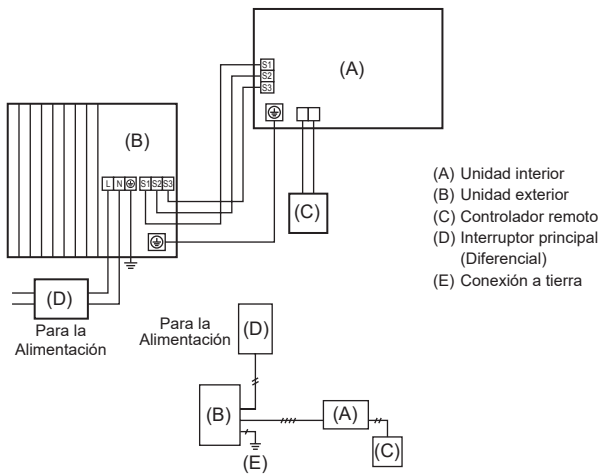
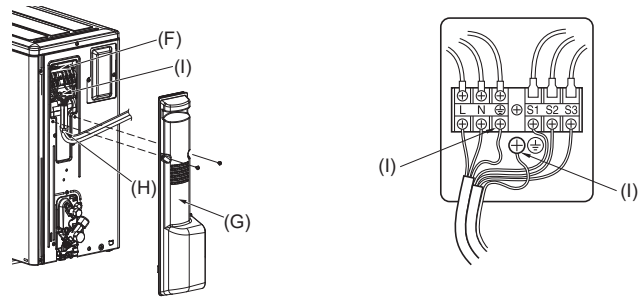

Fig. 6-1
Fig. 6-2
6.1. Unidad exterior (Fig. 6-1, Fig. 6-2)
- (1) Extraiga el panel de servicio.
- (2) Tienda los cables de acuerdo con la Fig. 6-1 y Fig. 6-2.